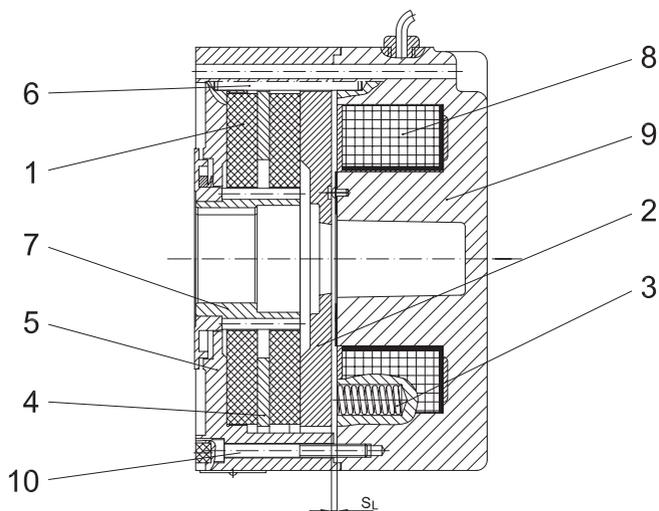

Figura 1: Freno a molla a disco doppio della serie Z..
- 3 Funzionamento** Il principio di funzionamento viene illustrato dallo schema del freno a molla a disco doppio riportato in Figura 1 (serie Z..).
Partendo dalla variante rappresentata in Figura 1, tutti i freni possono essere integrati con le seguenti opzioni:
Per un montaggio successivo, occorre anzitutto riscaldare il trascinatori (7 in Figura 1) a circa 80°C e spingerlo sull'estremità prolungata del rotore.